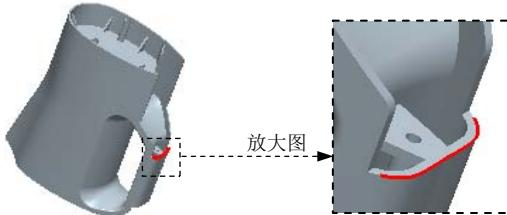

图 17.6 基准平面 ADTM1
Step5. 创建基准平面 ADTM1。单击 **模具** 功能选项卡 **基准** ▾ 区域中的“平面”按钮 ；选取图 17.6 所示的模型边线为参考（选择一部分即可），定义约束类型为 **穿过**，单击“基准平面”对话框中的 **确定** 按钮。